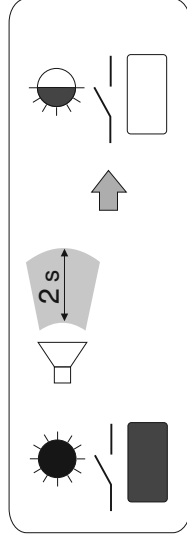

Fig. 8
- Maintenir la pression sur la touche " — " jusqu'à l'émission d'un simple signal sonore; puis la relâcher: la LED est clignotante (fig.8).